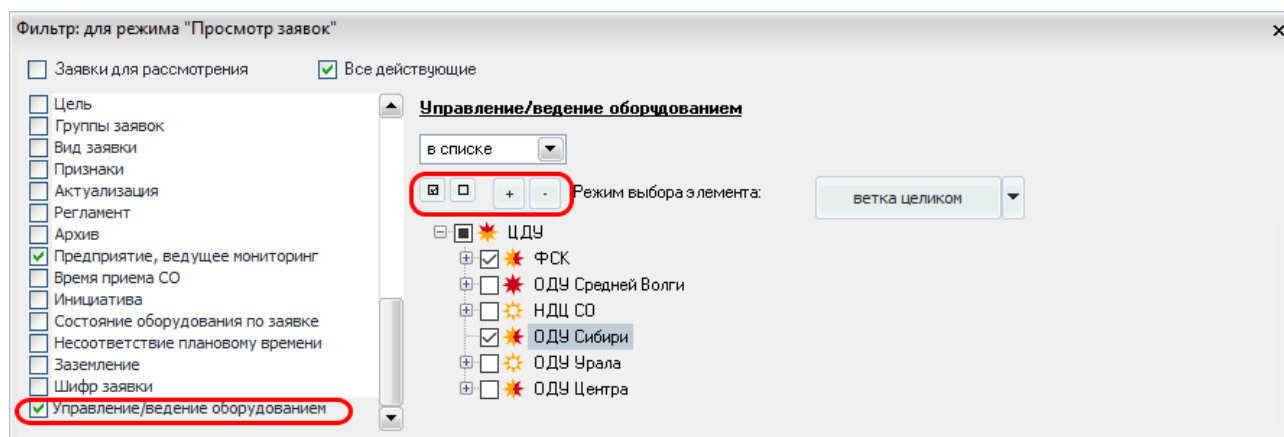

Рисунок 9.45 – Фильтрация по управлению/ведению оборудованием
- **Фильтр «Управление/ведение оборудованием»** – фильтрация по управлению/ведению оборудования заявки (Рисунок 9.45). Для предприятия-абонента в фильтре «Управление/ведение оборудованием» отображается настраиваемое дерево предприятий данного предприятия-абонента.